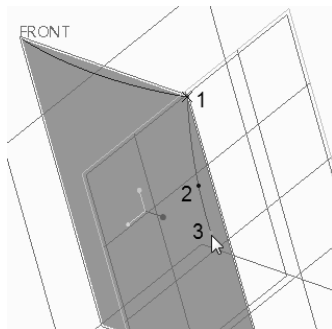

图 7-118 创建平面曲线 2
4) 按住 $\langle \text{Shift} \rangle$ 键并单击捕捉填充曲面的一个拐角点 (也是平面曲线 1 的一个端点), 释放 $\langle \text{Shift} \rangle$ 键后再分别选择第 2 点和第 3 点, 如图 7-118 所示。